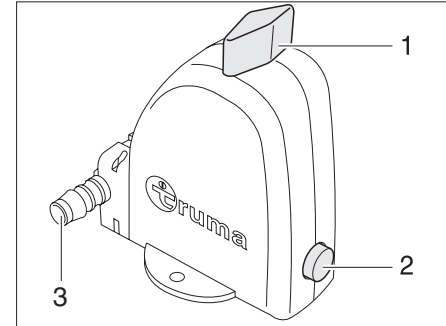

Bild 84 Varmvattenberedarens säkerhets-/avtappningsventil - Driftsläge
Varmvattenberedaren är utrustad med en säkerhets-/avtappningsventil (Bild 84). Säkerhets-/avtappningsventilen gör så att vattnet i varmvattenberedaren inte kallnar när det är frost och värmen inte är påslagen.
Säkerhets-/avtappningsventilens tömningsrör (Bild 84,3) måste alltid vara fritt från smuts (t.ex. löv, is).
- ▶ Vrid vredet (Bild 84,1) 90° längs mot säkerhets-/avtappningsventilen.
- Tryckknappen (Bild 84,2) hoppar ut. Varmvattenberedaren töms utåt via tömningsröret (Bild 84,3) på säkerhets-/avtappningsventilen.
- ▶ Vrid vredet (Bild 84,1) 90° diagonalt mot säkerhets-/avtappningsventilen.
- ▶ Tryck in tryckknappen (Bild 84,2).